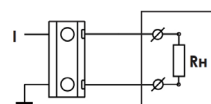

Рис. 6
- **Регулируемый генератор тока 4-20 В, 0-20 В, 0-5 мА** (код - АВ, рис. 6). Могут непосредственно управлять исполнительными устройствами средней и большой мощности со стандартными входами 4...20 мА (частотные преобразователи, приводы заслонок, задвижек, клапанов и т.д.).